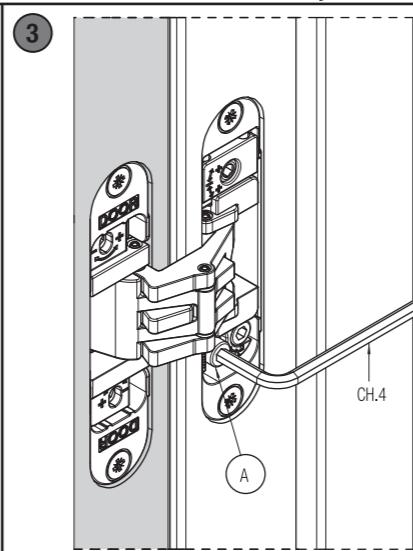

FIG.1
*Alloggiare le cerniere nelle rispettive fessure sulla porta (fig.1) e fissarle con le apposite viti.
*Alojar las bisagras en los mecanizados de la puerta (fig.1) y fijarlas con los tornillos suministrados.
*Die Scharniere in die jeweiligen Frässungen der Tür einsetzen (fig.1) und sie mit den vorgesehenen Schrauben festziehen.
*Set the hinges in the relative door leaf millings (fig.1) and fix them with the relative screws.
*Insérer les charnières dans les fraisages de la porte (fig.1) et les fixer avec les vis prévues.
*Plaats de scharnieren in de freesgaten van deur (fig.1). Monteer het scharnier met passende schroeven.